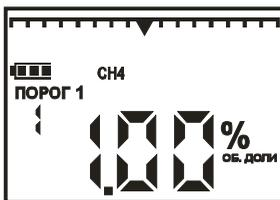

Рисунок 9.4
9.6.2 При превышении концентрацией контролируемого газа верхней границы диапазона показаний на цифровом индикаторе отображается символ “<”, значение верхней границы диапазона показаний и надпись “ПОРОГ 2” (рисунок 9.4), включаются постоянные звуковая и световая сигнализации. Датчик отключится, что обеспечивает его защиту от газовой перегрузки. Для выхода в рабочий режим необходимо выключить и заново включить прибор.